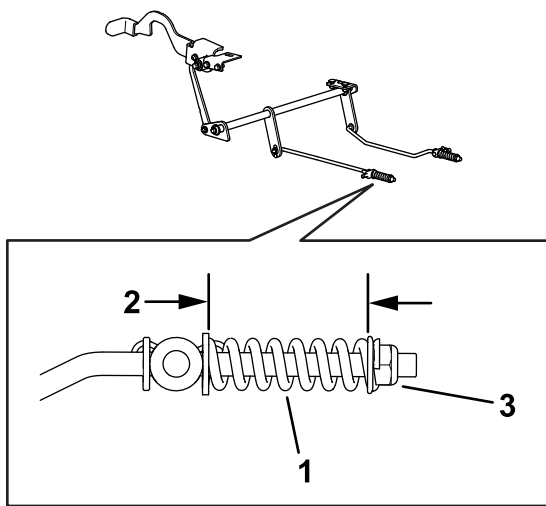

Figura 60
8. Controllate entrambe le lunghezze della molla come mostrato in Figura 60. Qualora si renda necessaria una regolazione, ruotate il dado di ritenuta della molla in senso orario per accorciare la molla e in senso antiorario per allungarla. Ripetete il passaggio 6.